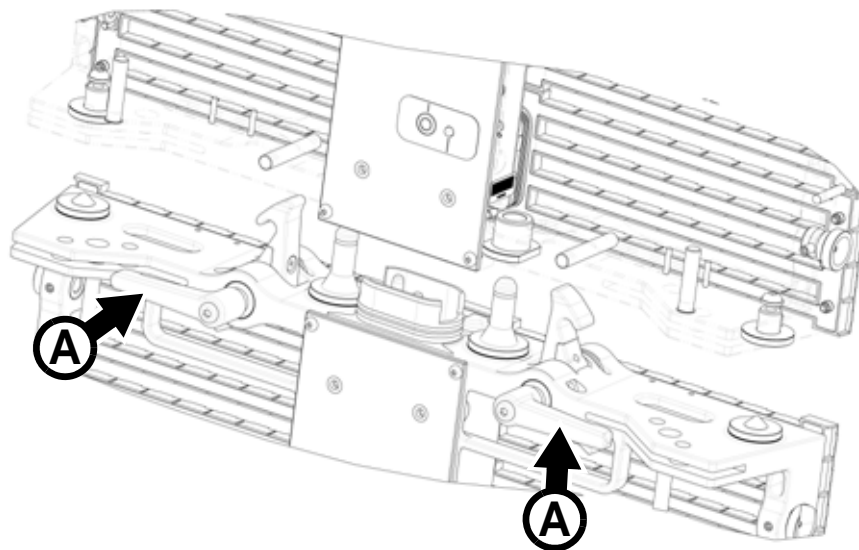

Bild 9: Verriegelungen vor der Montage (Teilansicht)
2. Die Verriegelungen **A** müssen vollständig geöffnet sein (siehe Bild 9).